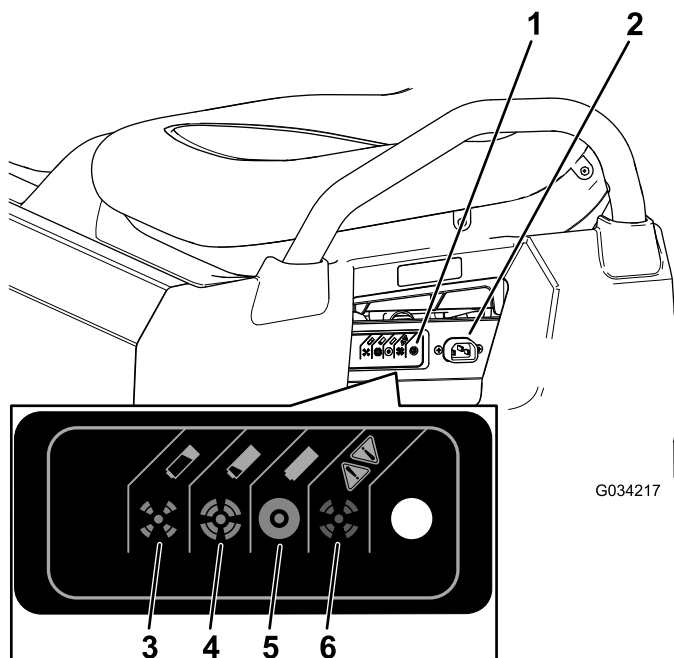

图 36
3. 将16号或更大直径、2.5m 或更短的充电器线连接到机器的充电插座 图 36。
请参阅下表和 图 36 了解有关充电器状态指示灯不同颜色含义的信息。